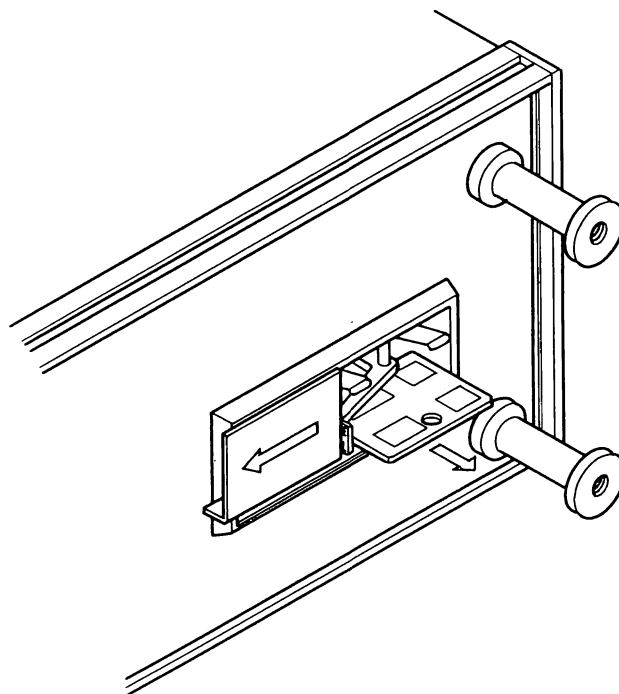

図9 - 2 電圧切換え用プリント板を引き出した状態
- 2) ヒューズ・プラーの下に、図9 - 2 の様なプリント板が挿入されていますので、これを本体より引き出します。このときプリント板は、“100”の数字が手前上から読めるように差し込まれています。